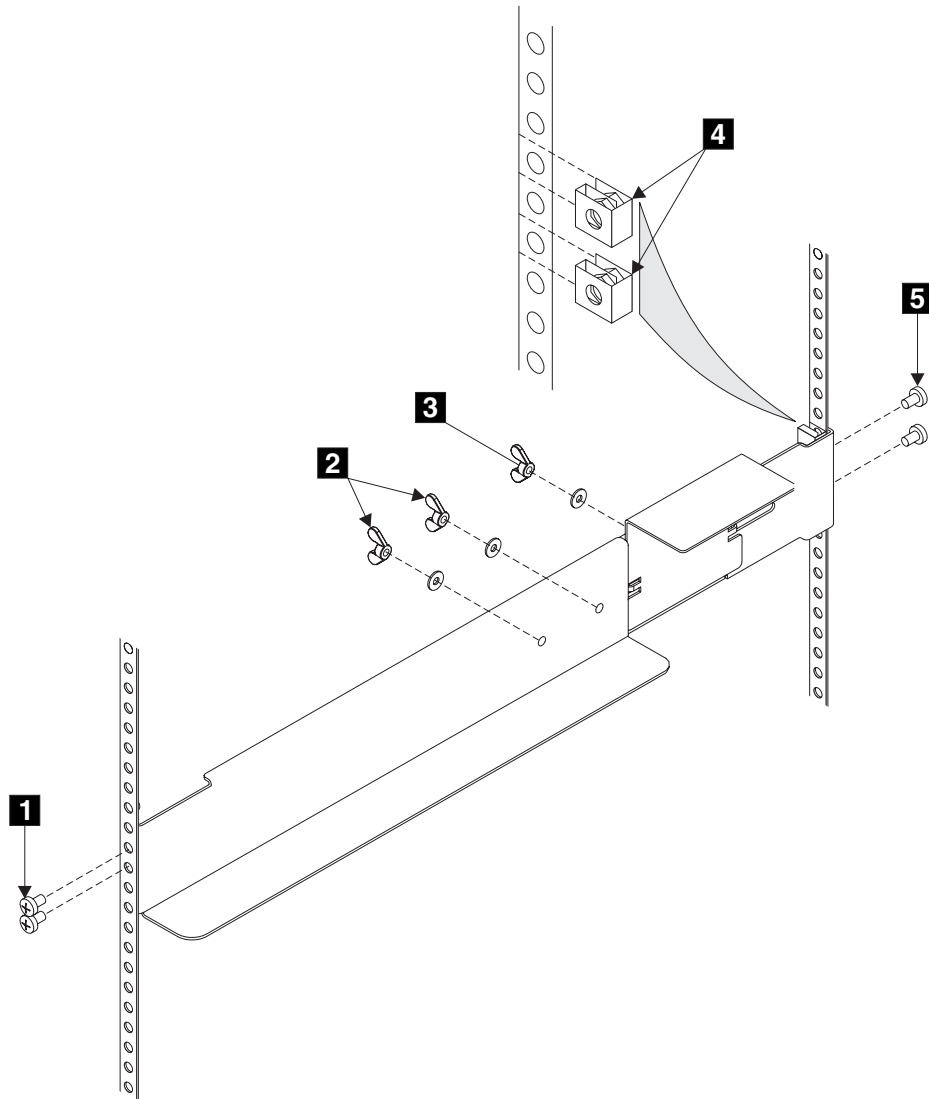

図 316. 2145 無停電電源装置 用サポート・レールのラックへの取り付け
1. ナット・クリップ **4** をラックに取り付けます (742 ページの図 316 を参照)。これらのナット・クリップは、サポート・レール・フランジの 2 番目と 4 番目の穴に位置が合っている必要があります。